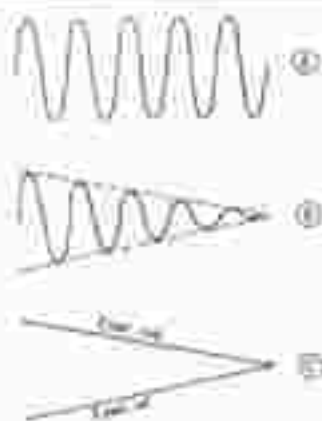

Fig. 2
Voici à la figure 2 en (A) la forme du signal sinusoïdal appliqué à l'entrée inverseuse du LM324, en (B) la forme désirée du signal modulé à obtenir à la sortie 5 du même C.